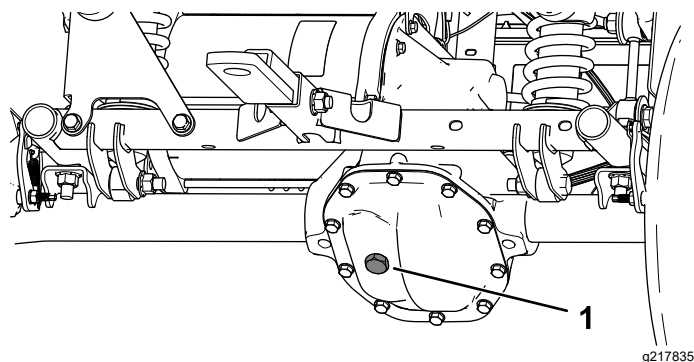

Рисунок 51
4. Снимите пробку заливного отверстия в коробке передач (**Рисунок 51**).
5. Если уровень жидкости низкий, снимите пробку заливного отверстия и доливайте жидкость указанного типа до тех пор, пока она не начнет вытекать из отверстия (**Рисунок 51**).
4. Отверните крышку заливного отверстия в коробке передач и залейте в коробку передач жидкость указанного типа до тех пор, пока она не начнет вытекать из заливного отверстия (**Рисунок 51**).